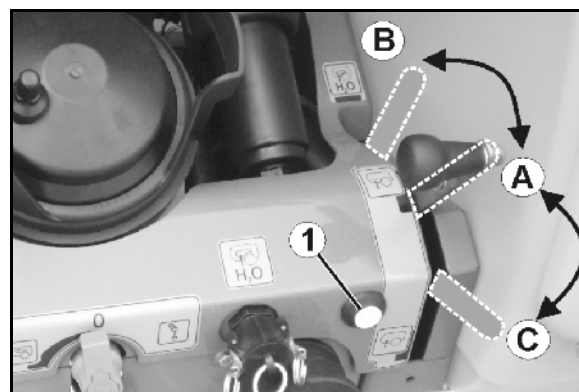

Bild 103
- manöverfältets knapp (Bild 103/1).